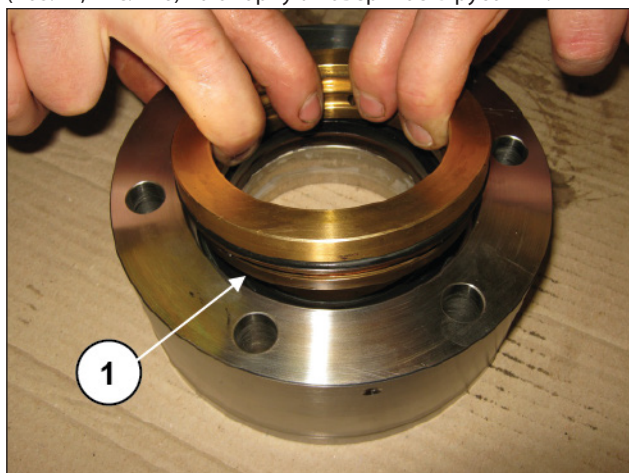
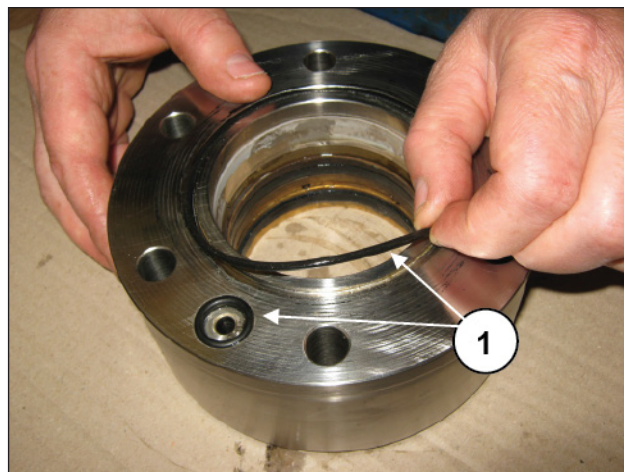

Рис. 225
Рис. 226
Установите опору уплотнений на рубашку (поз. ①, Рис. 225), а затем установите все уплотнительные кольца O-ring (поз. ①, Рис. 226) на опорную поверхность рубашки.